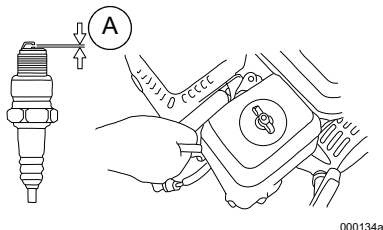

Figure 4-8. Bougie d'allumage
3. Voir Figure 4-8. Vérifier l'écartement de la bougie (A) à l'aide d'une jauge d'épaisseur et changer la bougie s'il n'est pas dans les limites indiquées dans la fiche technique du produit.